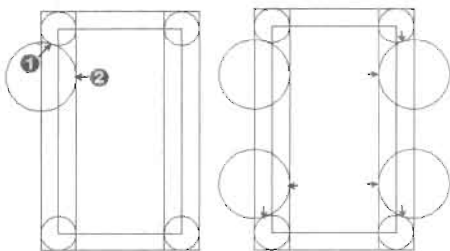

图 14-179
(3) 执行“绘图>圆>相切、相切、半径”菜单命令, 绘制与矩形和圆形相切的圆, 如图 14-179 所示, 命令执行过程如下。